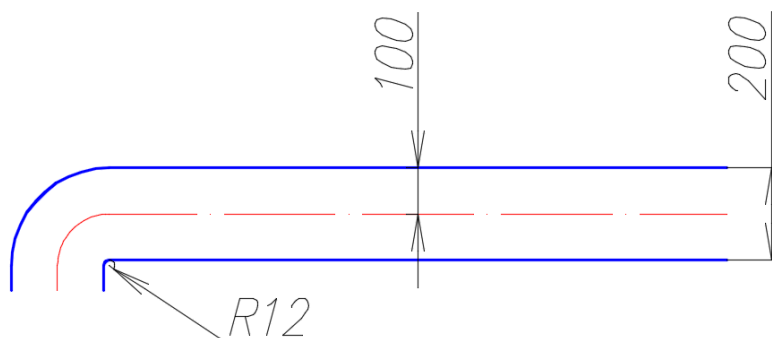

Рис. 116. Чертеж эскиза патрубка для поступления воды
7. Начертить патрубок для поступления воды в соответствии с предложенным алгоритмом (см. рис. 116):